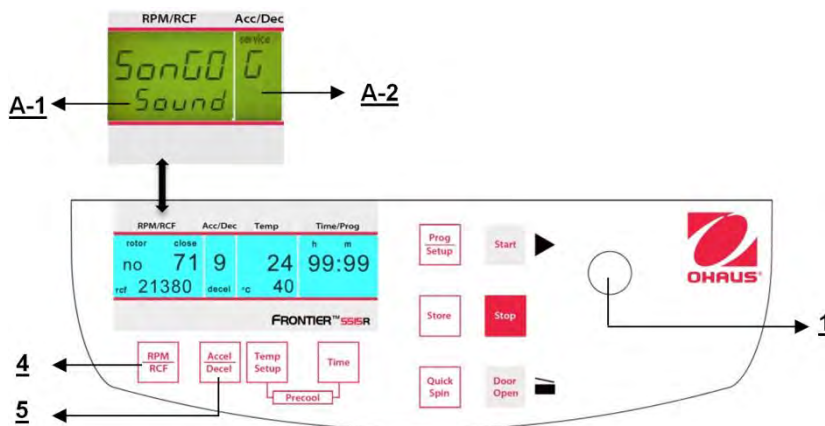

Figure. 35
Poursuivre conformément à la description du paragraphe 4.1.2 pour entrer dans ce mode de programme et appuyer ensuite sur la touche **"Accel/Decel"** (5). Sur l'affichage **"Acc/Dec"** (A-2), le mot **"Service"** clignote. Sélectionner maintenant la lettre **"G"** avec le bouton de réglage (1). Ceci entraîne l'apparition des mots **"SonGo/Sound"** sur l'affichage **"RPM | RCF"** (A-1). Après avoir appuyé sur la touche **"RPM | RCF"** (4), il est possible de sélectionner une sonorité avec le bouton de réglage (1). (voir la figure 35) Après avoir mémorisé les réglages (voir 4.1.2), vous pouvez revenir au mode de programmation normale en mettant hors tension la centrifugeuse pendant un court moment.